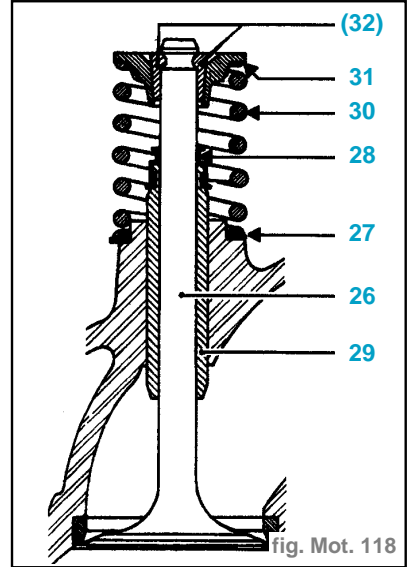

fig. Mot. 118
- Mettre en place des soupapes neuves (26), les roder légèrement sur leur siège respectif. Bien nettoyer et repérer ensuite toutes les pièces, puis procéder au remontage. (fig. Mot. 118)